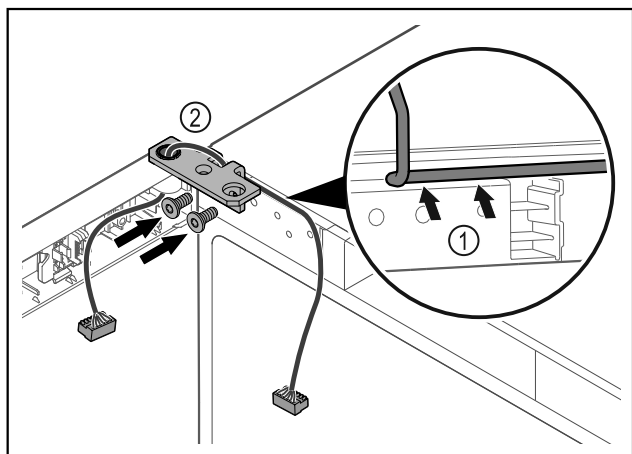

Fig. 43
- ▶ Provedite kabel kroz izrez na kutnoj šarci i oprežno ga položite Fig. 43 (1).
- ▶ Navrnite kutne šarke Fig. 43 (2).